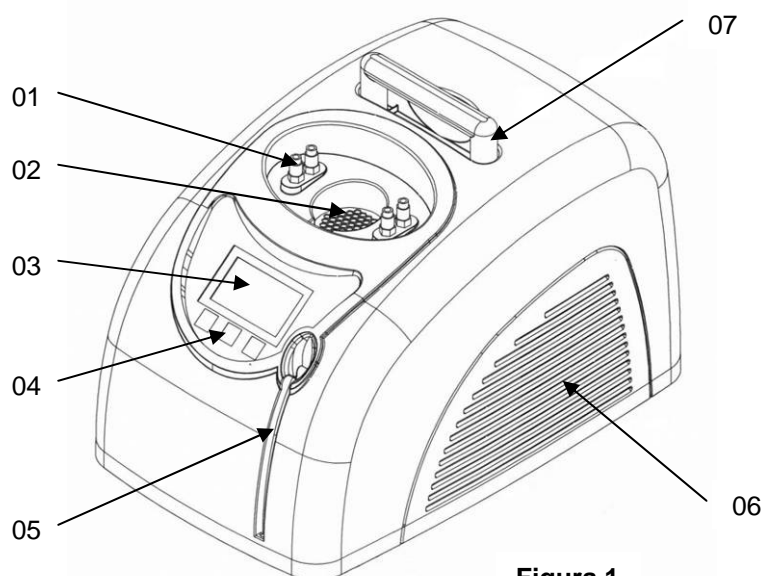

Figura 1
- Enchufe el tubo al conector mediante la boquilla de cierre (figura 1).